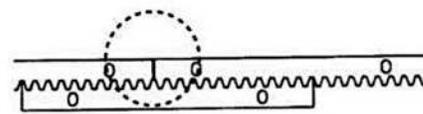

Fig.7
- Es recomendable Instalar los Empalmes de la Cremallera, Colocando una Cremallera como Guía Ver (Fig.7). Para que los Dientes se Acoplen Perfectamente en el Engrane del Operador Corredizo.
**Importante:** El Empalme entre las Cremalleras y el Engrane debe de ser Exacto. Asegúrese que el Paso entre los Dientes de Una y Otra Cremallera sea Igual. Empleando la técnica de la imagen Ver (Fig.7). Con ello podemos asegurar una vida útil prolongada del Operador y Portón Corredizo.